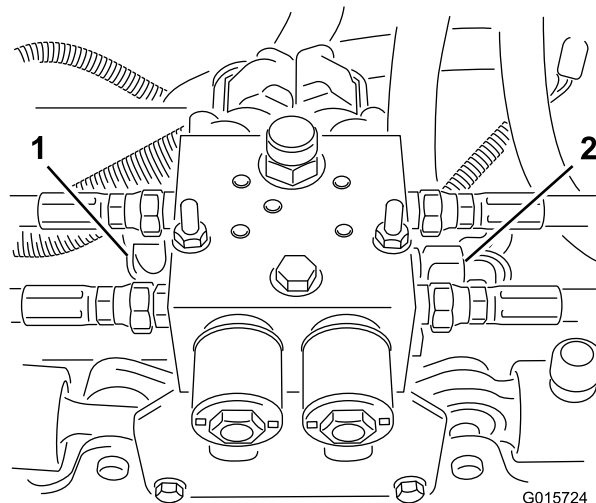

図 6
注 右側と計器用ポートの 2 つの油圧コネクタをゆるめる図 6。
13. 油圧ブロックを取り付けブラケットに固定しているボルト2本とロックナット2個を外して、油圧ブロックを取り外す図6。